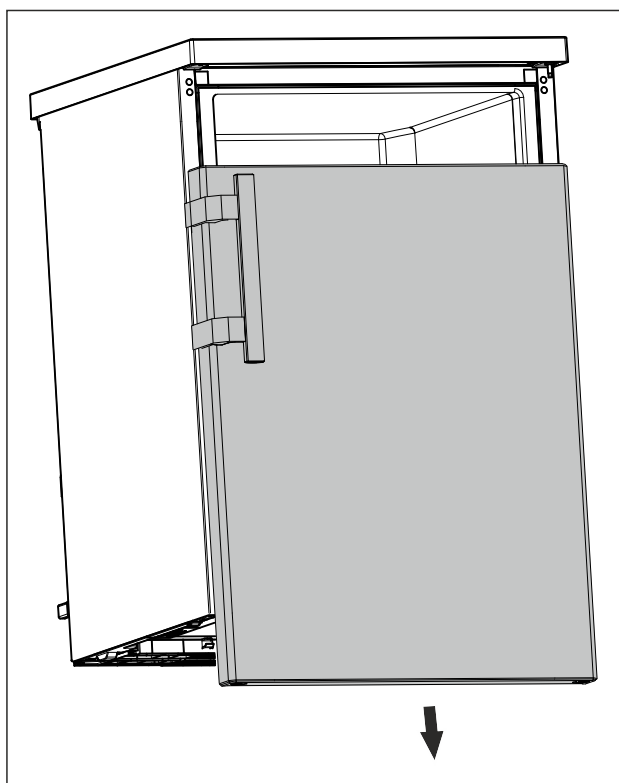

Fig. 12
- ▶ Vegye le lefelé az ajtót. (lásd Fig. 12)